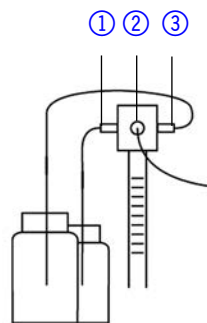

Fig.44 Raccordements de seringue
3. Introduisez le tube d'aspiration pour la solution de lavage (port droit de la valve de la seringue, voir Fig. 44) dans la bouteille.